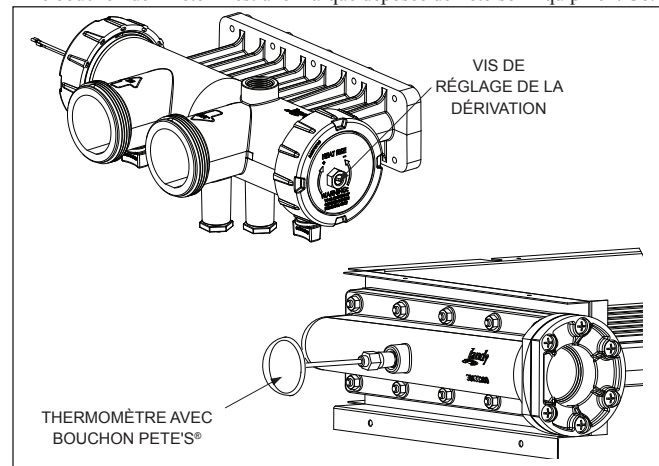

Figure 23. Mesure de la hausse de température
Avant de vérifier l'élévation de température, s'assurer que le filtre de la piscine est propre et que l'alimentation en gaz et les pressions du collecteur sont correctes. Au besoin, nettoyer tous les composants du système de filtrage. L'élévation de température est mesurée dans le collecteur de retour du Legacy. Pour mesurer l'élévation de température, mettre la pompe à filtre en marche et retirer le bouchon en plastique faisant saillie sur l'armoire sur le côté du réchauffeur où le collecteur de retour est situé. Voir Figure 23. Une fois le bouchon retiré, installer le raccord spécial de filetage et joint de bouchon de Pete® et insérer un thermomètre de poche. Un ensemble de mesure de l'élévation de température est disponible auprès de votre distributeur Jandy. Voir Section 11 de ce manuel pour obtenir le numéro correct de l'ensemble.
6. Repérer la vis de réglage de la dérivation sur le côté droit du collecteur (Voir Figure 23). Dévisser l'écrou pour que la vis puisse être ajustée. Il est normal d'avoir une légère fuite d'eau à côté de l'écrou. Tourner la vis selon le sens antihoraire pour réduire l'élévation de température, et selon le sens horaire pour l'augmenter, tel que nécessaire pour atteindre les plages indiquées au tableau 6. Une fois le réglage effectué, resserrer l'écrou pour qu'il n'y ait plus de fuite.